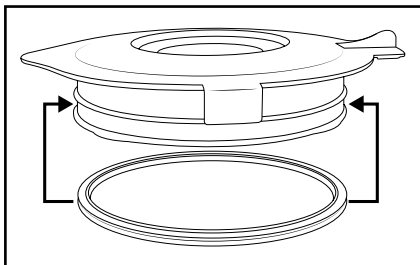

Bild 3
- Diska doseringskoppen **1** och locket **2** i vatten och mildt diskmedel. Gummitätningen **9** kan tas av och rengöras för hand. Kontrollera om gummitätningen **9** sitter som den ska innan du sätter på locket **2** igen (bild 3).